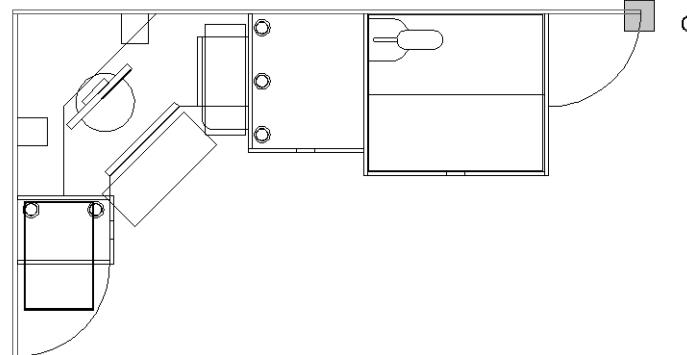

Рис. 6.14 ▼ Использование рамки выделения для выделения правой вертикальной границы контура задней стенки
задней стенки. Охватите рамкой выделения область, в которой находится нужная нам линия, как показано на рис. 6.14, следя за тем, чтобы рамка выделения полностью охватила только вертикальную линию.
6. Охватив нужную область рамкой выделения, как показано на рис. 6.14, и щелкнув мышью, раскройте список свойств слоев панели инструментов **Слои** (Layers) и выберите из него слой **Высота 720** для перемещения выделенной вертикальной линии со слоя **0** на слой **Высота 720**.